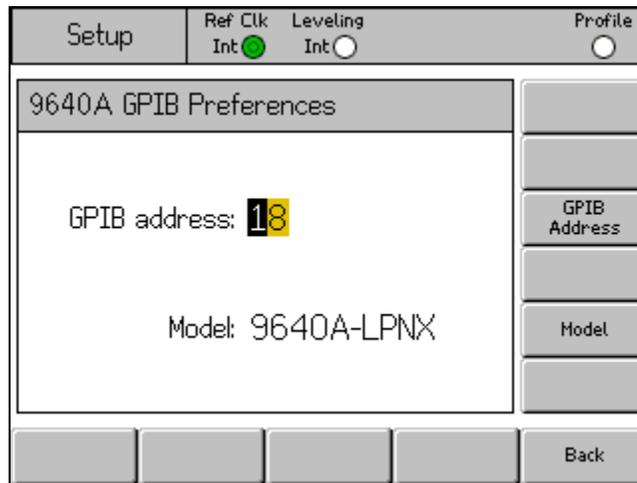

Figure 3-22. Préférences GPIB 3335 : adresse GPIB
- Utilisez la roulette de défilement, les touches \uparrow \downarrow ou le bloc de saisie pour entrer une nouvelle adresse. Il peut s'agir de la même adresse qu'une autre personnalité, car une seule sera active. Voir la Figure 3-22.